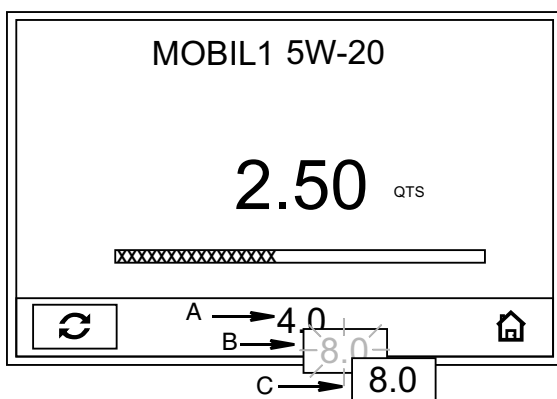

ABB. 23
So betrug **beispielsweise** in ABB. 23 die in (unten) bestätigte ursprüngliche voreingestellte Dosiermenge (A) 4,0 Quart. Der Wert wurde auf 8,0 Quart erhöht, jedoch nicht bestätigt, weshalb der Wert auf der Anzeige (B) blinkt. Nach Bestätigen dieser Änderung durch Betätigen der mittleren EINGABE-Taste des Bedienfelds blinkt die neu auf 8,0 Quart (C) eingestellte Dosiermengenanzeige nicht weiter auf.